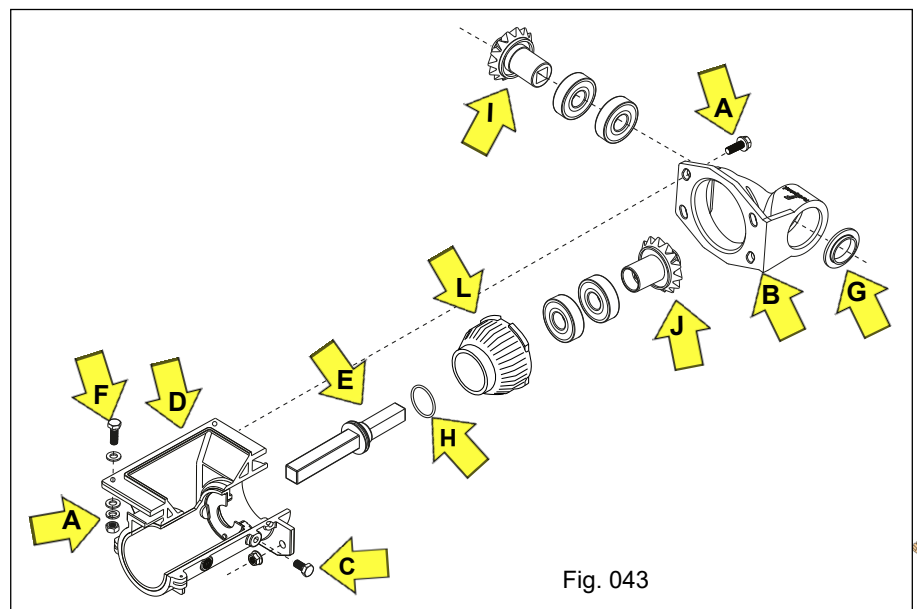

Fig. 043
e) Para a troca, limpeza ou substituição dos rolamentos e componentes do conjunto, retire o conjunto dosador da Plantadora através da remoção do eixo acionador e buchas de união, afrouxe e retire os parafusos de fixação do dosador na base do distribuidor. A seguir retire os quatro parafusos e porcas "A" de fixação do mancal suporte dos pinhões de transmissão "B", afrouxe e retire os parafusos "C" de fixação do revestimento "D", retirando a seguir o conjunto. Retire o eixo acionador "E" e remova a bucha "L" dos mancais do rolamento, fazendo a limpeza ou substituição necessária (Fig. 043).
Observe se há necessidade de montar arruelas de ajuste "H" nos pinhões "I e J". Havendo necessidade de substituição dos pinhões, troque as tuas peças, ou seja o pinhão motriz "I" e o pinhão movido "J". Aproveite para verificar as condições do parafuso "F", caso os mesmos apresentarem corrosão excessiva, deve substituir por parafuso de inox (Fig. 043).